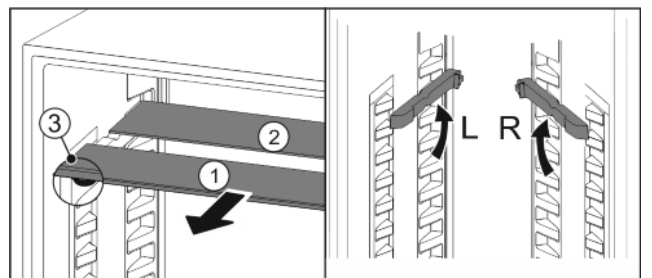

Fig. 22
- ▶ estrarre i ripiani di vetro singolarmente tirando in avanti Fig. 22 (1).
- ▷ Il ripiano di vetro Fig. 22 (1) con i fermi appoggia anteriormente.
- ▷ I fermi sono rivolti verso il basso Fig. 22 (3).